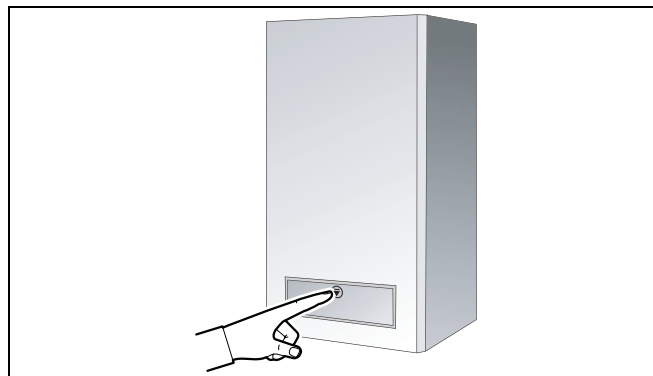

fig. 23 Bedieningspaneel openen
- Open de klep van het bedieningspaneel door deze kort in te drukken (→ fig. 23).